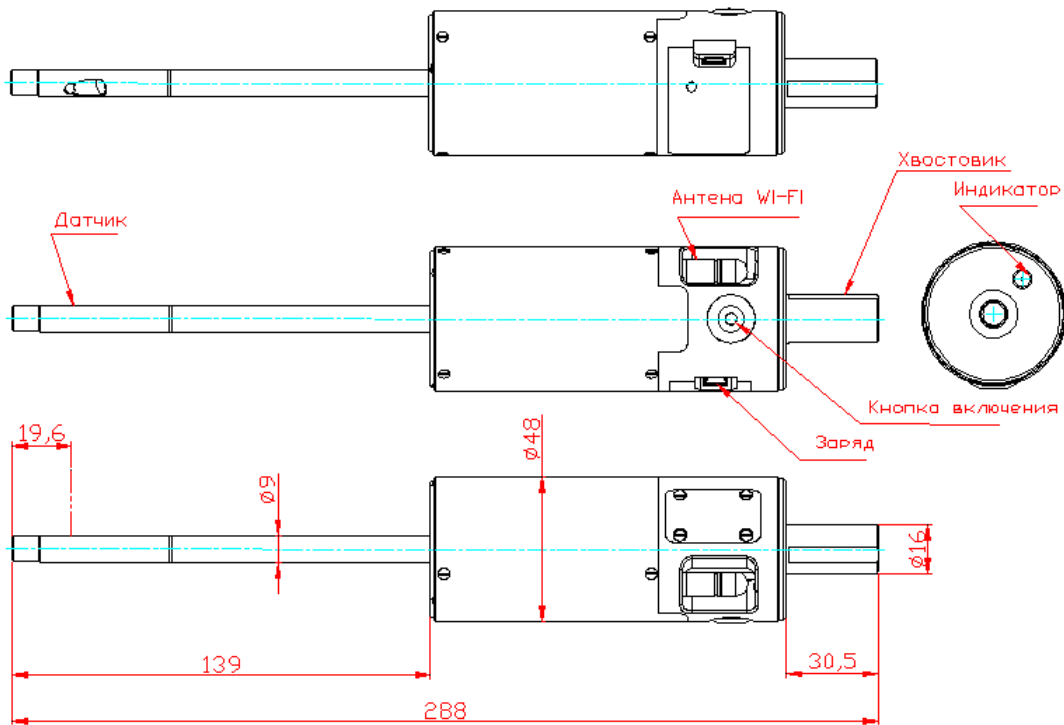

Рисунок 3.1. РФ609-9/19-139-Wi-Fi.
Габаритные и установочные размеры зондов показаны на рис. 3.1.-3.2. Зонд содержит разъем для подключения зарядного устройства, хвостовик для установки в цанговый патрон, кнопку включения питания и индикатор работы. Длина зонда может быть изменена по заказу.
- Включить питание зонда, нажав кнопку (см рис. 3.1.) на корпусе зонда.